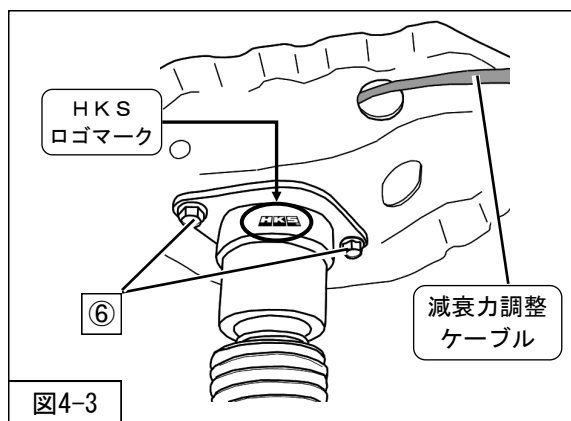

図4-3
3. ワイヤーケーブルを車両へ取付けたアウターケースに挿入しながら、リアショックアブソーバASSY (同梱品) ⑥リアショックアブソーバASSY アッパー取付ボルト (締付トルク: 40N・m) を取付けてください。(図4-3)